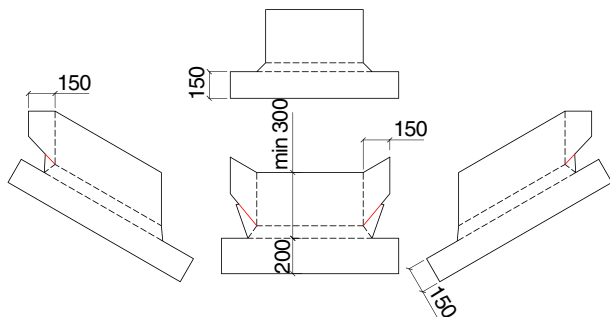

Рис. 15
1.8.3. Примыкание ската к кирпичному дымоходу выполняется с помощью выкройки из ендового ковра ICOPAL Pinta Ultra или оцинкованного металла, изготавливаемой непосредственно на месте работ. Полученные выкройки надрезаются и сгибаются, как показано на Рис. 15.